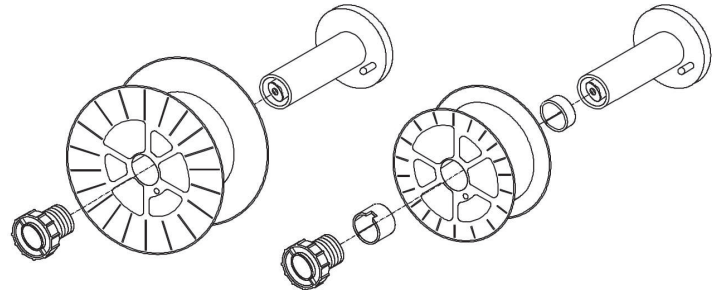

Abbildung 16
- Die Mutter der Haspel abdrehen. Beim Auswechseln die leere Zündspule herausnehmen. (Abb.16)
- Bei kleineren Spulen müssen auch die Distanzstücke montiert werden, wie in Abbildung 16 gezeigt.